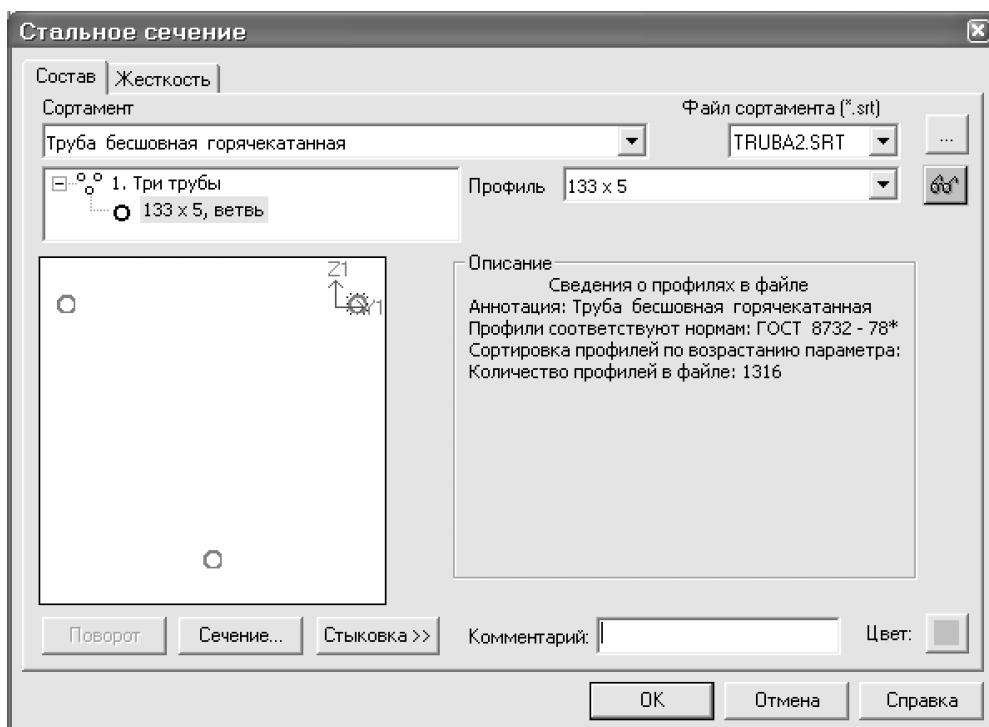

Рис.8.10. Диалоговое окно **Стальное сечение**
- В диалоговом окне **Стальное сечение** выделите курсором строку **ветвь** и задайте параметры сечения **Три трубы** (рис.8.10):